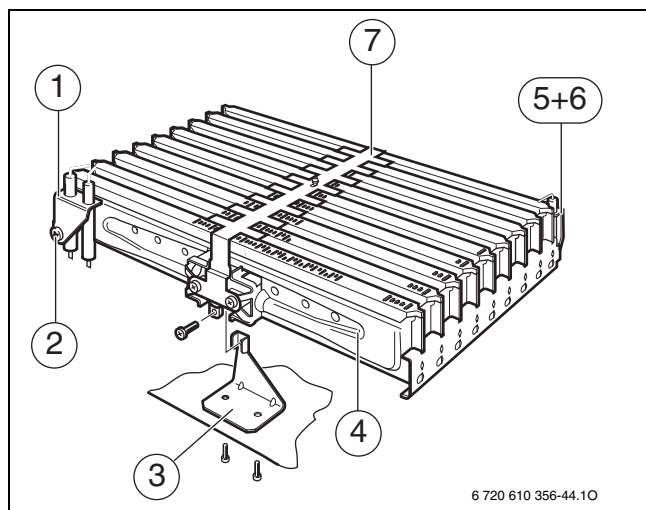

Fig. 48 Blocco bruciatore
- ▶ Scollegare con prudenza il giunto ad innesto sugli elettrodi di accensione (→ fig. 48).
- ▶ Sfilare con cautela la spina dall'elettrodo di controllo fiamma (5).
- ▶ Svitare il supporto bruciatore (3).
- ▶ Svitare il controdado sotto il bruciatore e rimuovere con cautela il gruppo bruciatore (4).